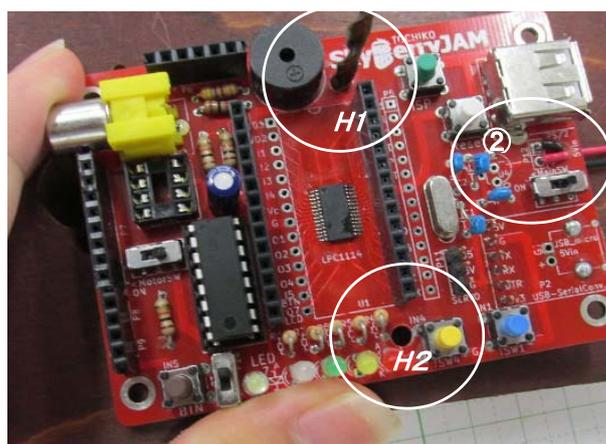

図7 SkyBerryJAM 本体の加工 ガイド H1 と H2 に  $\phi$ 3.2~3.5 の穴をあける(バージョン 2018A 以降)
- ①本体基板のガイド H1 と H2 に、基板固定のビス穴 ( $\phi$ 3.2~3.5) を2か所あけます。(図7参照)です。
- ②図のようにメイン SW 上の穴に、スナップソケット配線を通して、P12 の+に赤線を G に黒線を接続し、はんだ付けしてください。